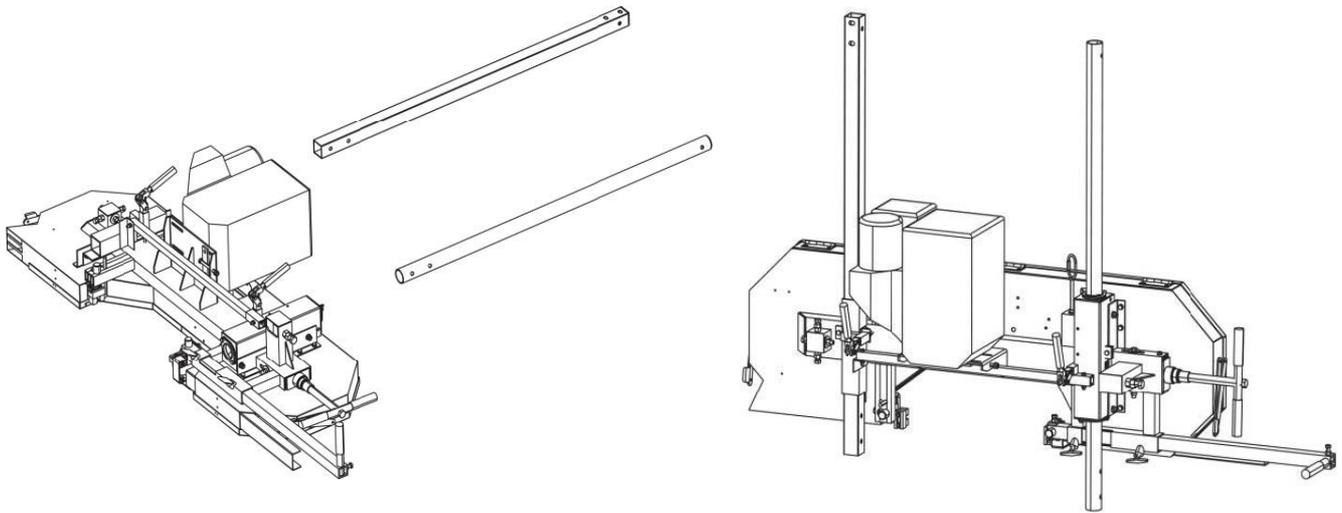

Abb. 5-9: Montage Pfosten
4. Montieren Sie den runden vertikalen Pfosten (Abb. 5-9, rechts abgebildet) mit den beiden Schrauben und der Rückplatte an der Radbaugruppe. Wiederholen Sie den gleichen Schritt für die quadratische vertikale Säule (Abb. 5-9, links abgebildet).